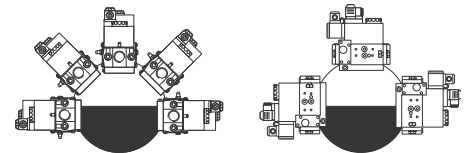

Рис. 11
3. Затянуть винты А, В, С и D (Рис. 9 - Рис. 10), соблюдая дистанции монтажа (Рис. 11);